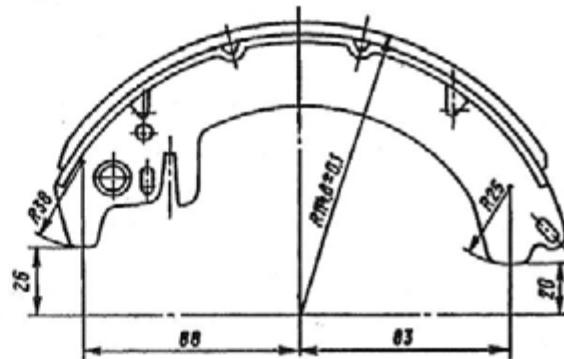

Рис. 253. Размеры тормозной колодки после шлифования фрикционной накладки
7. Прошлифуйте наружную поверхность накладки, обеспечив получение размеров ( $R114,6 \pm 0,1$ ), показанных на рис. 253.